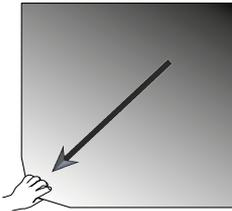

图 99：胶垫：提起并拉出垫子以将其取下
1. 要松开胶垫，请将其从一侧提起，然后慢慢拉离平台，如图 99 所示。